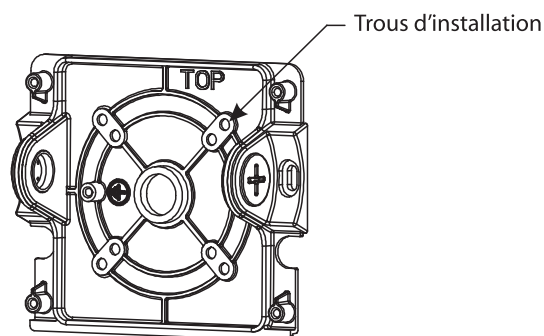

Fig. 2
2. Percer les trous d'installation comme indiqué à la Fig. 2